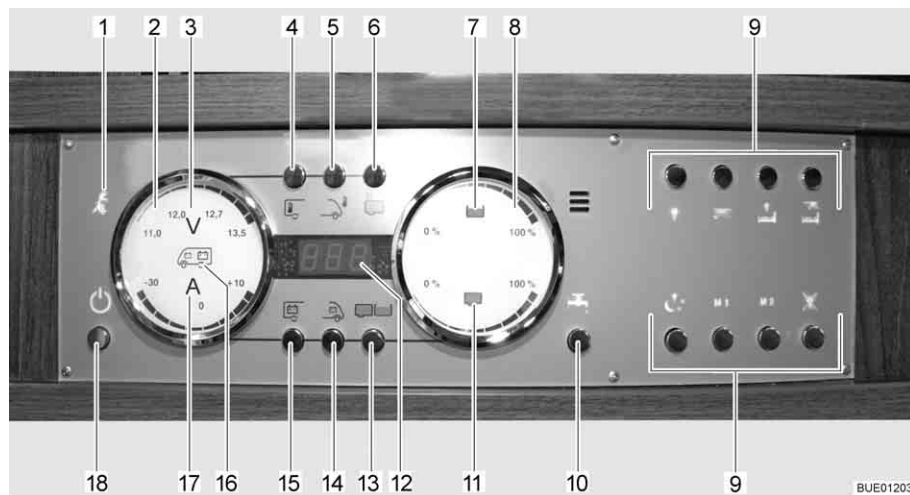

Fig. 108 Pannello di controllo LT 510
La spia di controllo a 230 V (Fig. 108,1) si accende quando all'ingresso della centralina elettrica è presente una tensione di rete.
L'interruttore principale a 12 V (Fig. 108,18) inserisce o disinserisce il pannello di controllo e l'alimentazione a 12 V dell'abitacolo.
- Premere brevemente il tasto dell'alimentazione a 12 V (Fig. 108,18). L'alimentazione a 12 V dell'abitacolo è inserita. L'indicatore di controllo "12 V" si accende.
- ▷ Se dopo l'accensione il LED "11,0" dell'indicazione dei Volt nonché il simbolo dei Volt "V" (Fig. 108,3) nell'indicatore delle batterie (Fig. 108,2) lampeggiano, significa che la tensione della batteria dell'abitacolo è insufficiente. Caricare la batteria.
- ▷ Se dopo l'accensione l'indicatore di controllo "12 V" e il simbolo dei Volt "V" (Fig. 108,3) lampeggiano tre volte, significa che la separazione della batteria è attivata. Disattivare la separazione della batteria.
- Premere brevemente il tasto dell'alimentazione a 12 V (Fig. 108,18). L'alimentazione a 12 V dell'abitacolo è disinserita. L'indicatore di controllo "Alimentazione a 12 V" si spegne.
- Premere il tasto della batteria dell'abitacolo (Fig. 108,15) e tenerlo premuto per ca. 10 secondi. Il simbolo dei Volt "V" (Fig. 108,3) e l'indicatore di controllo "12 V" lampeggiano tre volte. La batteria dell'abitacolo è separata dalla rete di bordo da 12 V.
- Premere il tasto "Alimentazione a 12 V" (Fig. 108,18) e tenerlo premuto per ca. 5 secondi. Il simbolo dei Volt "V" (Fig. 108,3) e l'indicatore di controllo "12 V" lampeggiano tre volte. La batteria dell'abitacolo è collegata alla rete di bordo a 12 V. L'indicatore di controllo si accende dopo ca. 5 secondi.
- Premere il tasto della batteria dell'abitacolo (Fig. 108,15). Il simbolo dei Volt "V" (Fig. 108,3) si accende. Il simbolo degli Ampere "A" (Fig. 108,17) si accende con luce bianca o rossa a seconda del livello di carica o scarica delle batterie. La tensione della batteria e la corrente della batteria dell'abitacolo sono indicate dai LED sul pannello di controllo.
- Premere il tasto della batteria di avviamento (Fig. 108,14). Il simbolo dei Volt "V" (Fig. 108,3) si accende. La tensione della batteria della batteria di avviamento viene indicata attraverso i LED nell'indicatore.
- Premere il tasto dei serbatoi (Fig. 108,13). I simboli del serbatoio dell'acqua (Fig. 108,7) e del serbatoio delle acque grigie (Fig. 108,11) si accendono. I livelli di riempimento del serbatoio dell'acqua (scala superiore) e del serbatoio delle acque grigie (scala inferiore) sono indicati dai LED nell'indicatore.
Il simbolo del serbatoio dell'acqua (Fig. 108,7) o il simbolo del serbatoio delle acque grigie (Fig. 108,11) lampeggia se il serbatoio dell'acqua è vuoto o il serbatoio delle acque grigie è pieno.